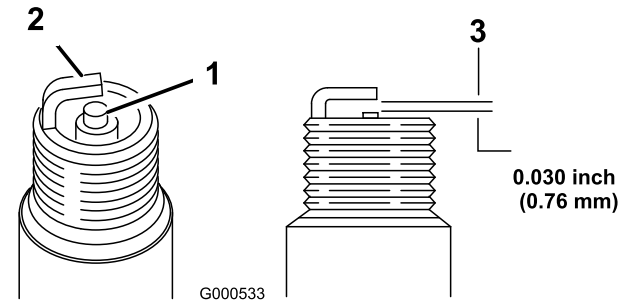

Figura 54
2. Compruebe la separación entre los electrodos central y lateral (Figura 54) y doble el electrodo lateral si la separación no es correcta.
1. Mire la parte central de las bujías (Figura 54).